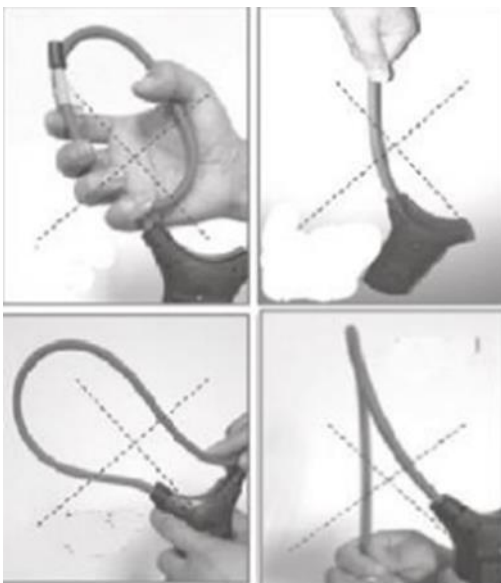

Рис.5
4. Поместите измеряемый проводник приблизительно в центр петли Роговского и замкните петлю. Зафиксируйте петлю замком, повернув его по часовой стрелке. Точность показаний в некоторой степени зависит от расположения проводника. Чем ближе он к центру петли, тем точнее показания. Не перегибайте и не выкручивайте петлю при установке на испытуемую цепь(схему) рис.5.
Пример неправильной эксплуатации преобразователя рис.5